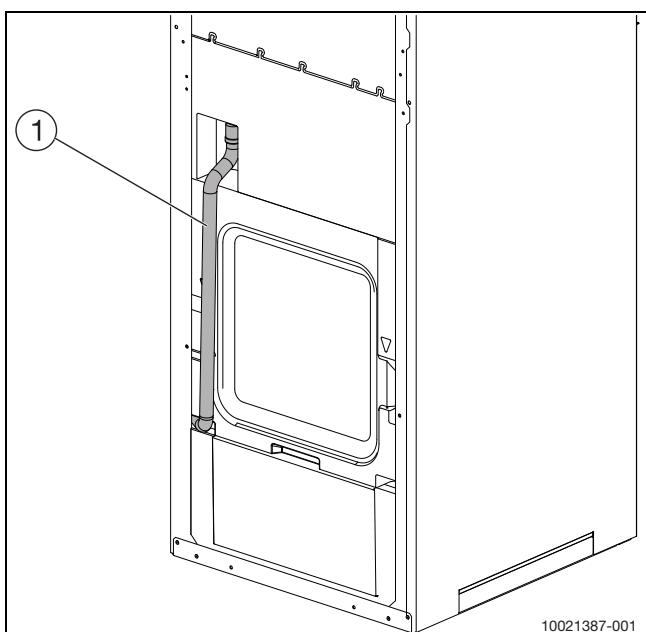

Bild 13 Rückansicht Ablaufschlauch
- Ablaufschlauch an der Rückseite des Geräts ordnungsgemäß anschließen (siehe Abb. 13).